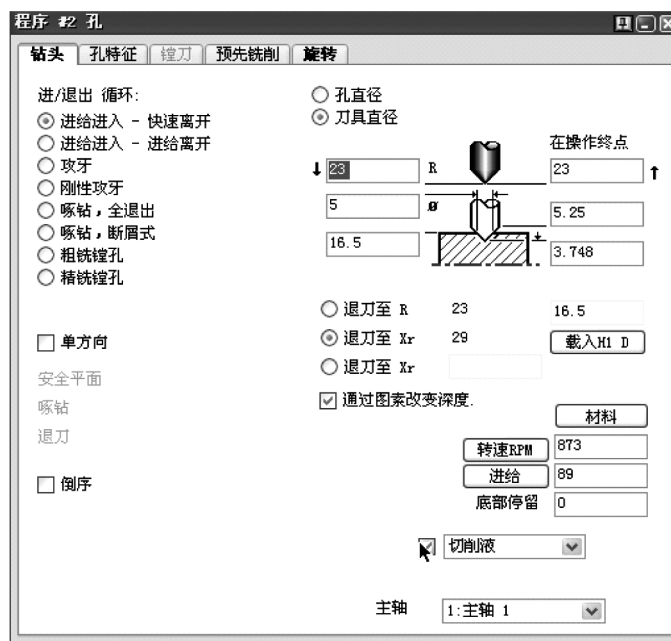

图 6-36 第二个铣削钻孔程序
7) 应用#10 刀具创建第二个铣削钻孔程序, 如图 6-36 所示。这里无需设定旋转页的内容, 因为 GibbsCAM 会自动继承上一个钻孔工序的参数设定。